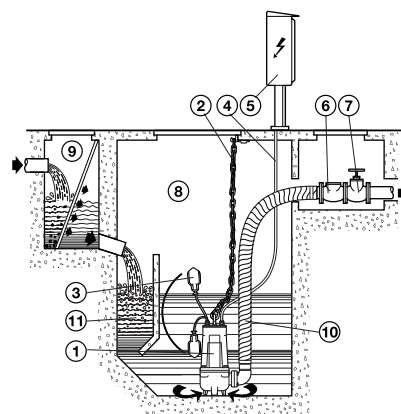

Fig. 5
5.2.1 MOBILE INSTALLATION (fig. 5)